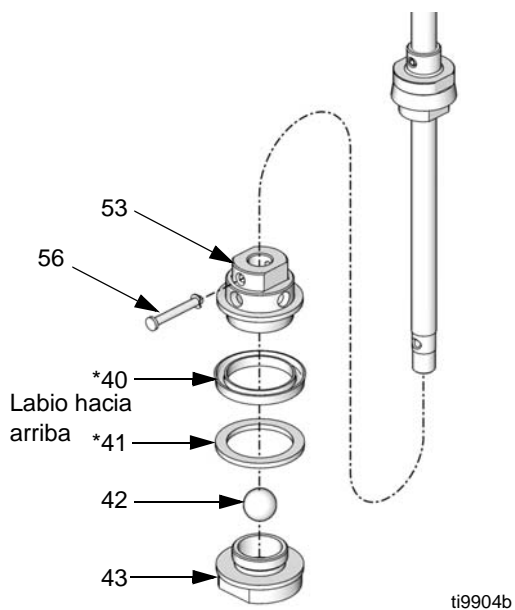

FIG. 20
8. Retire la clavija (56). Retire el conjunto de la válvula del pistón. Desenrosque la válvula del pistón (43) del alojamiento del pistón (53). Retire el anillo de desgaste (41*), la cazoleta en U (40*) y la bola (42). Inspeccione todas las piezas en busca de daños. Consulte FIG. 20.